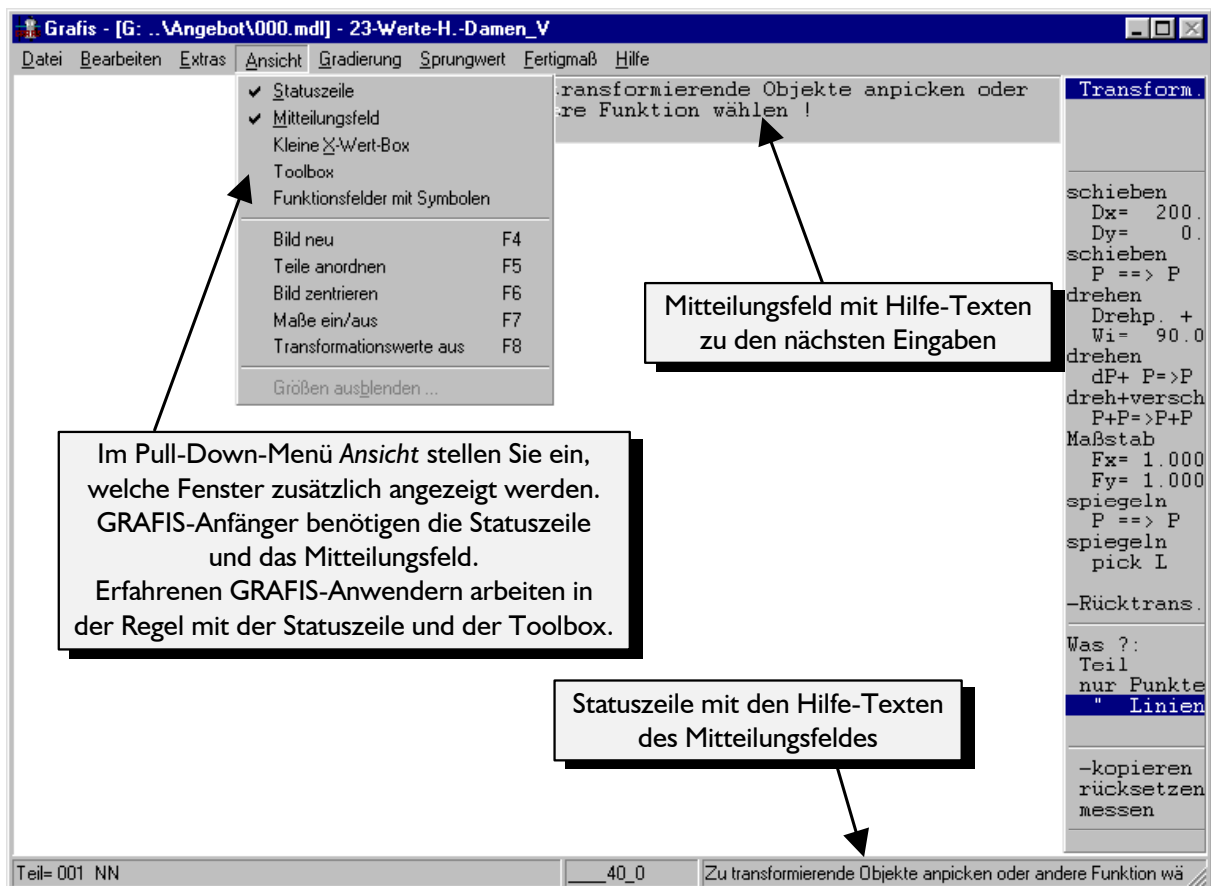

Bild 3-3
- ⇒ Ständige Hilfe im Mitteilungs-feld oder in der Sta-tuszeile (Bild 3-3)
Eine ständige Hilfe wird im Mitteilungsfeld bzw. in der Statuszeile gegeben, in denen die nächsten er-forderlichen Eingaben erläutert werden. Das Mitteil-ungsfeld befindet sich rechts oben im Arbeitsfeld. Die Statuszeile bildet den unteren Rand des Grafis-Bildschirmes (siehe Bild 3-3). Klicken Sie zur Übung im Basismenü mit  auf löschen. Lesen Sie sich die Anweisung durch und schließen Sie mit  das Menü löschen.